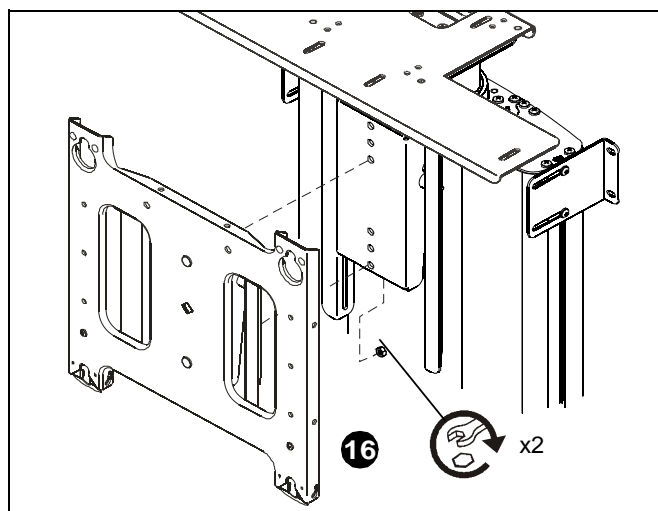

рис. 7
16. Закрепите лицевую панель на монтажном кронштейне лицевой панели с помощью двух контргаек. (см. рис. 7)